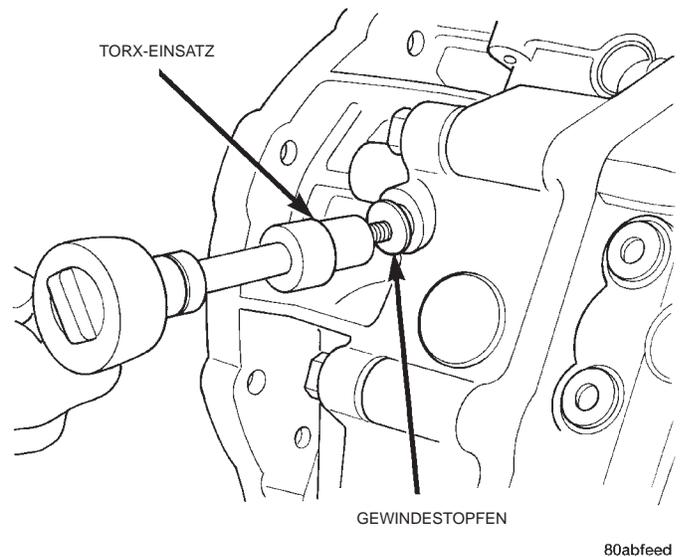
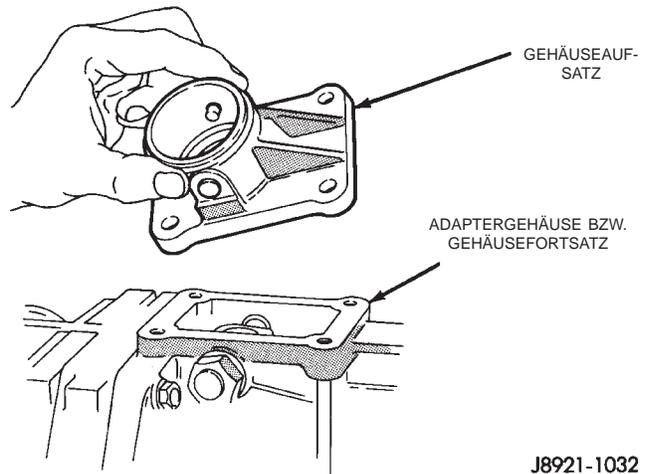

Abb. 46 Gewindestopfen einbauen
Abb. 47 Gehäuseaufsatz einbauen
(18) Den Gewindestopfen der Sperrkugel ansetzen und mit einem Anzugsmoment von 19 N·m (14 ft. lbs.) festziehen (Abb. 46).
(19) Eine neue Dichtung für den Gehäuseaufsatz auf den Gehäuseaufsatz auflegen.
(20) Den Ölabweiser des Gehäuseaufsatzes mit Dichtung auf Adaptergehäuse bzw. Gehäusefortsatz aufsetzen.
(21) Den Gehäuseaufsatz auf dem Gehäuse montieren (Abb. 47).
(22) Die Befestigungsschrauben, mit denen der Gehäuseaufsatz auf dem Getriebegehäuse befestigt wird, ansetzen und mit einem Anzugsmoment von 18 N·m (13 ft. lbs.) festziehen.
(23) Einen neuen O-Ring aus Metall am Schalter/Rückfahrleuchten anbringen.